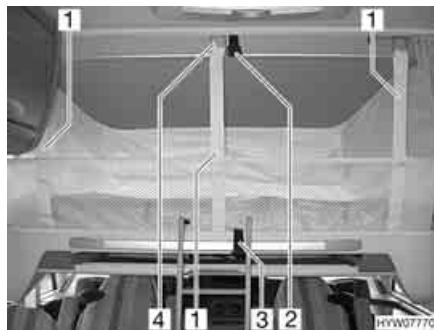

Fig. 92 Letto basculante con rete protettiva montata
- Staccare la cintura di ritegno (Fig. 92,3).
- Staccare le cinture di ritegno (Fig. 92,1) e sistemare la rete protettiva sotto il materasso.
- Assicurare il letto basculante al soffitto (Fig. 92,2) mediante la cintura di ritegno (Fig. 92,3).
- Aggiungere la cintura di ritegno (Fig. 92,1) ai ganci (Fig. 92,4) del soffitto.